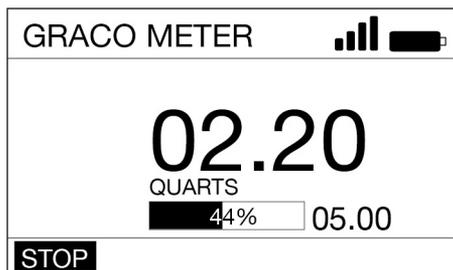

FIG. 34
3. Use as SETAS DIREITA ou ESQUERDA para selecionar STOP (J) (FIG. 34). Pressione o botão ENTER.